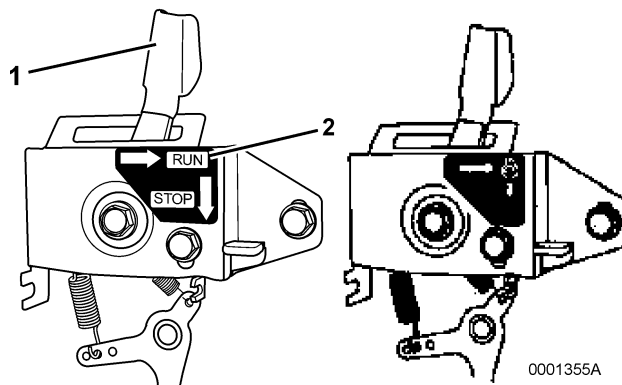

Рисунок 4
2. Если используемый регулятор оборотов двигателя аналогичен регулятору, изображенному на **Рисунке 4**, перевести рычаг регулятора оборотов двигателя (**позиция 1, Рисунок 4**) в положение **RUN (РАБОТА)** (**позиция 2, Рисунок 4**).